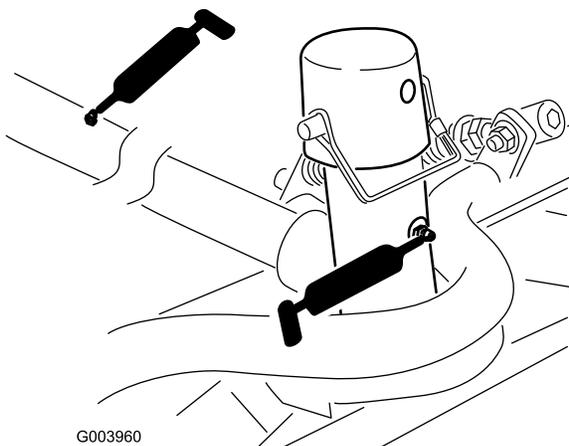

Figure 40
- Bâti porteur de tablier de coupe et pivot (2 chacun) (Figure 40)